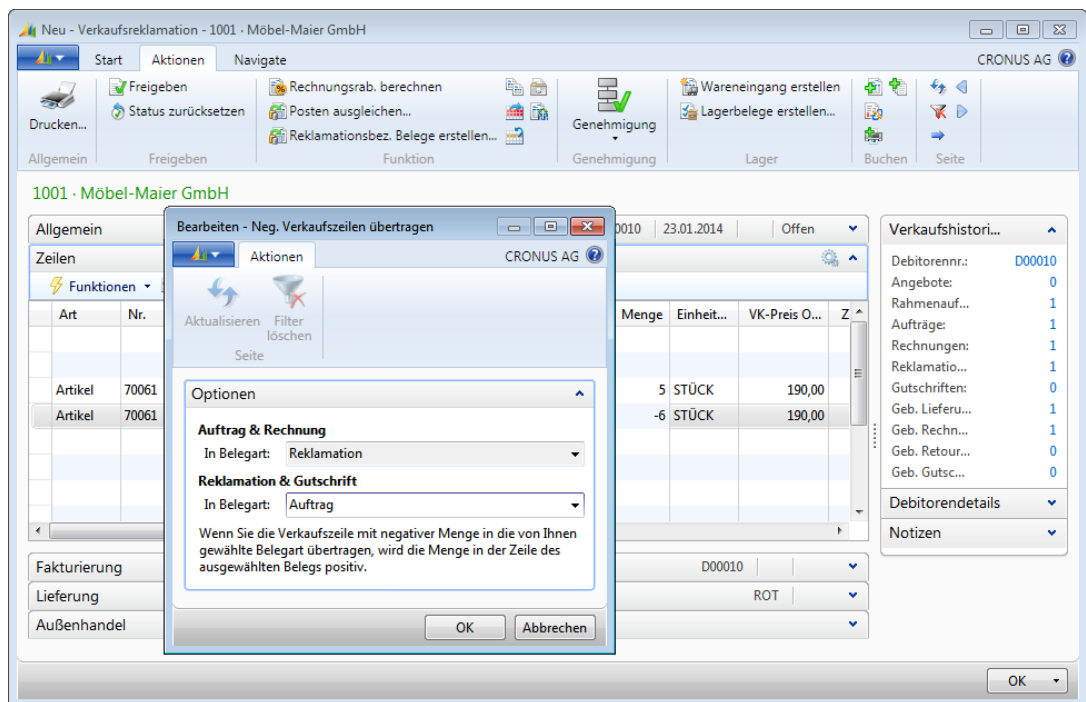

Abbildung 5.14 Übertragen der Tauschartikel-Zeile in einen Auftrag
7. Nachdem der Betrag der Tauschartikel-Zeile größer als der retournierte Betrag ist, würde ein Beleg mit negativem Betrag entstehen. Dies ist nicht zulässig. Sie übertragen daher die Tauschartikel-Zeile über die Schaltfläche *Negative Zeilen übertragen* in der Gruppe *Funktion* auf der Registerkarte *Aktionen* der Reklamationskarte in einen neuen Verkaufsauftrag (siehe Abbildung 5.14).